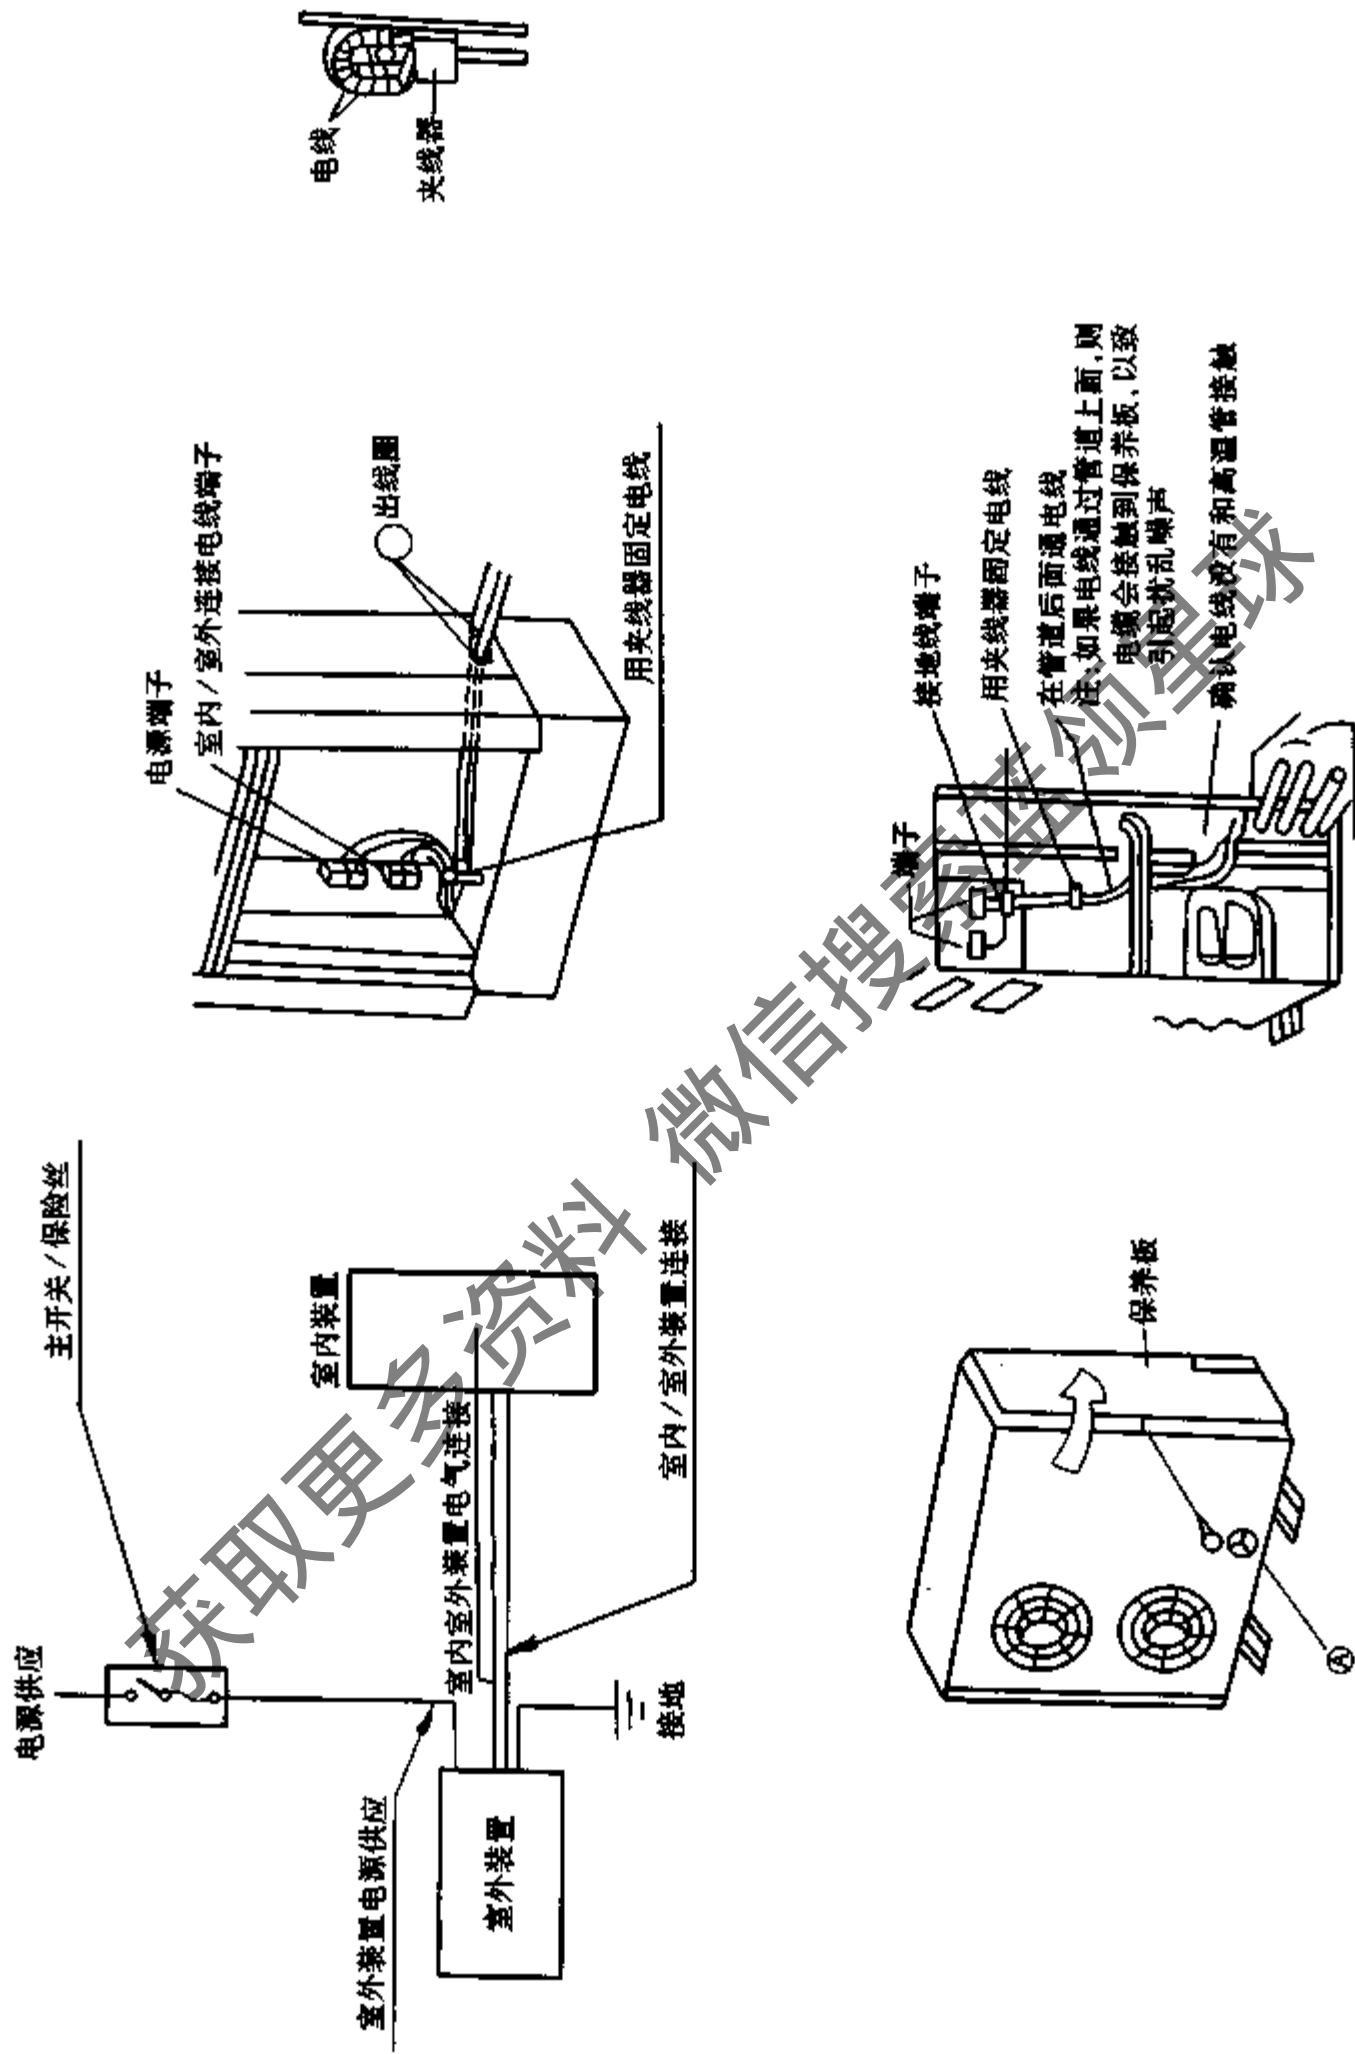

图 7-70 空调器电气施工示意图
(1) 电源应该用专用分支电路,其容量大于空调器最大电流的1.5倍。
(2) 电源线路应安装漏电保护器或空气开关等保护装置。
(3) 用户的插座应为带地线且固定的专用插座。建筑物无接地线时,安装人员有权拒绝安装或与用户协商,采取有效接地措施后再安装。
(4) 室内机组、室外机组的接线和电源导线应该布置好,使之不会在机组外互相接触。接线随型号而异。做电气施工时,详细情形请参考现场接线。
(5) 接线应该按照图7-70的接线图。螺钉应该拧紧使之不致松开。